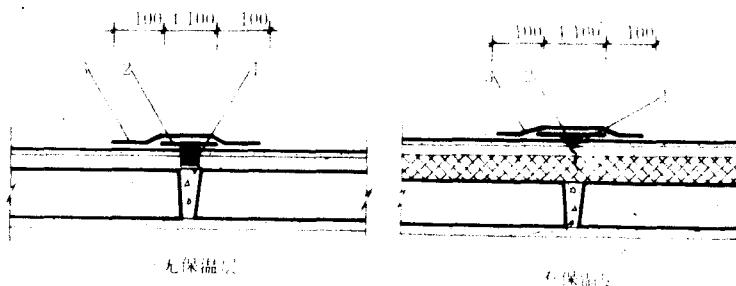

图 2.2.4-1 嵌缝、贴缝维修裂缝
2.2.4.1 有规则裂缝，宜在缝内嵌填密封材料，缝上单边点粘宽度不应小于 100mm。卷材隔离层，面层应用宽度大于 300mm 卷材铺贴覆盖，其与原防水层有效粘结宽度不应小于 100mm。嵌填密封材料前，应先清除缝内杂物及裂缝两侧面层浮灰，并喷、涂基层处理剂（图 2.2.4-1）。